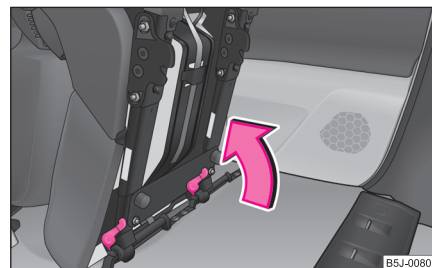

Fig. 56 Blocarea scaunului
- Blocați scaunul ⇒ fig. 56. ■
- Dacă scaunul este demontat, așezați-l mai întâi în ghidaj și apoi blocați-l ⇒ pagina 59, fig. 56. Asigurați-vă, trăgând în sus, că scaunul este blocat corect.